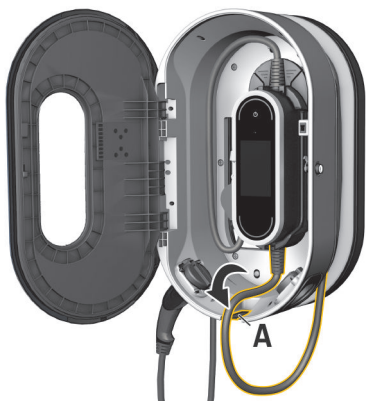

Fig. 63 Fixation de l'unité de commande
3. Faites passer le câble du véhicule par l'ouverture **A** (Fig. 63) et enroulez la longueur de câble non requise autour de la borne de recharge.